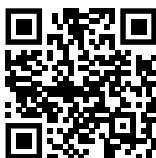

Fig. 155
- ▶ 请打开 Liebherr SmartMonitoring Dashboard。（参见 Fig. 155）